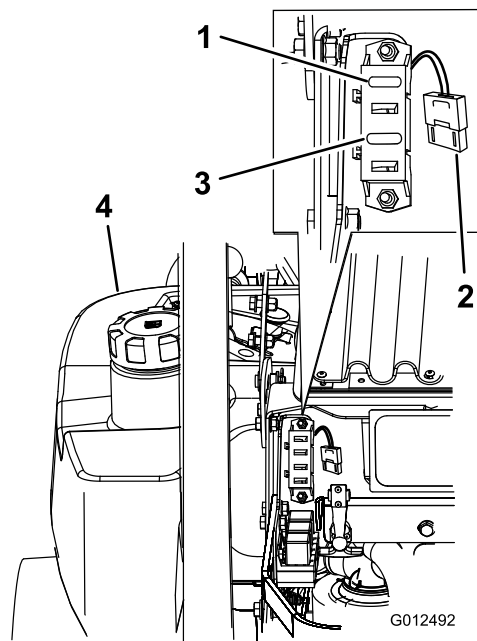

Figura 63
1. Desenganche el capó del motor y levántelo para tener acceso al portafusibles (Figura 63).
3. Instale un fusible nuevo (Figura 63).